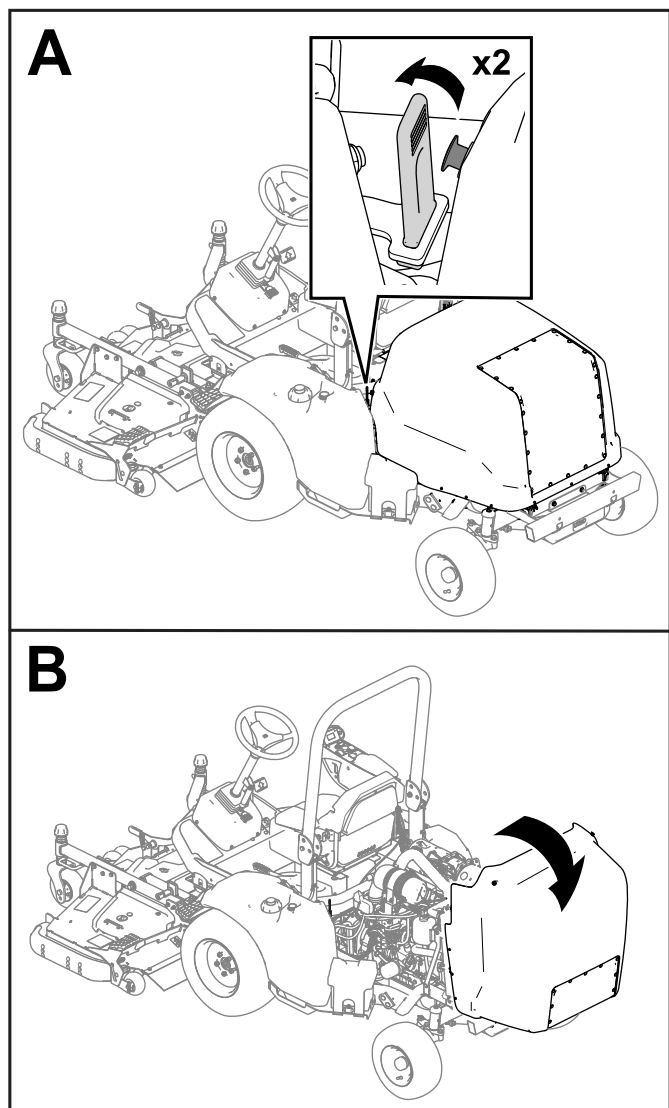

Figure 43
1. Détachez les attaches de chaque côté de la machine (Figure 43).
2. Ouvrez le capot (Figure 43).